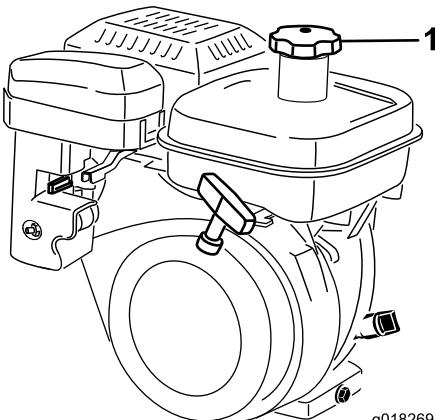

Figura 25
1. Limpie la zona alrededor del tapón del depósito de combustible y retire el tapón del depósito (Figura 25). Llene el depósito con combustible sin plomo, sin sobrepasar el borde inferior del filtro. No llene demasiado.